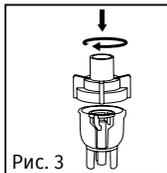

Рис. 3
5. Осторожно повернуть верхнюю часть небулайзерной камеры по часовой стрелке, чтобы закрыть камеру. Убедиться в том, что верхняя и нижняя части небулайзерной камеры плотно соединены (рис. 3).